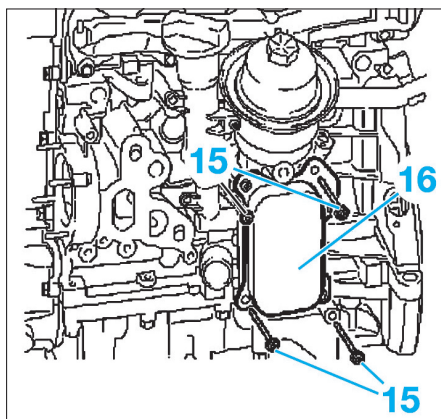

FIG. 48
- les 4 vis (15) puis l'échangeur eau/huile (16) (Fig.48),